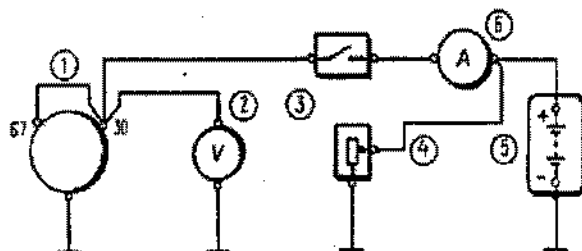

Fig. 7-5. Esquema para verificação do alternador: 1 - alternador; 2 - voltímetro; 3 - interruptor; 4 - reostato; 5 - amperímetro; 6 - bateria.
- Instalar o alternador na bancada de testes e efetuar as conexões conforme indicado na fig. 7-5. Conectar o motor elétrico da bancada de testes e, com o reostato 4, estabelecer a tensão de saída de 14 V e elevar a rotação do motor para 83,3 s⁻¹ (5000 rpm).